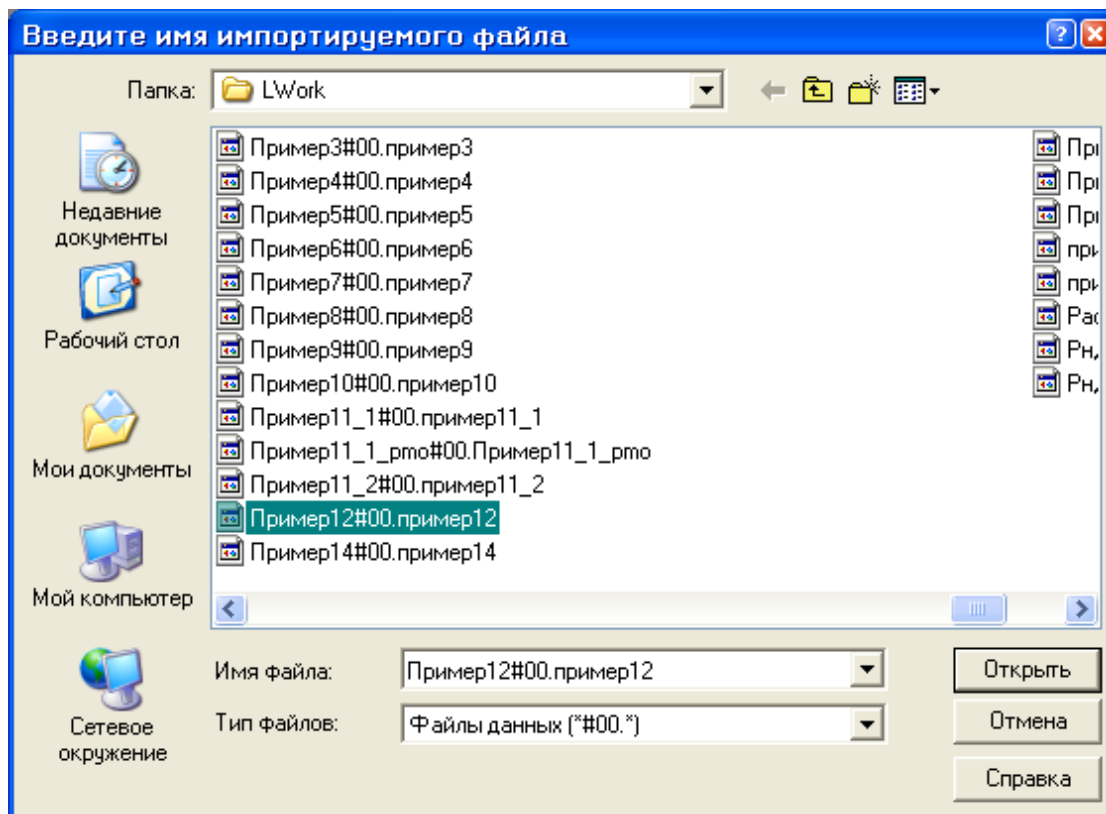

Рис.12.21. Диалоговое окно **Введите имя импортируемого файла**
- В диалоговом окне **Введите имя импортируемого файла** (рис.12.21) выделите файл **Пример12#00.пример12**.